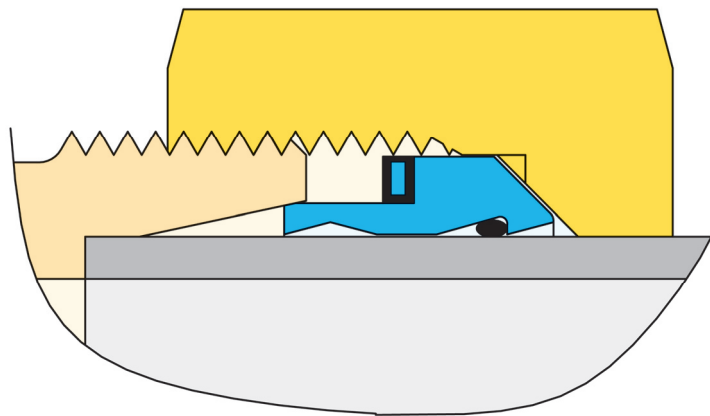

FIG.3
La bague AR3/C dans son extrémité axiale, en correspondance de la tête, est dotée d'une rondelle en acier vulcanisée (Figure 3) et d'un joint o.ring dans une échancrure annulaire obtenue en contre dépouille.
- d.2) Resserrer l'écrou TN81 jusqu'à rencontrer une forte résistance (soudaine) au resserrement provoquée par le couplage des surfaces A-B (FERMETURE AUTOMATIQUE) Figure 3. Contrôler que le tube ne tourne pas avec l'écrou TN 81.